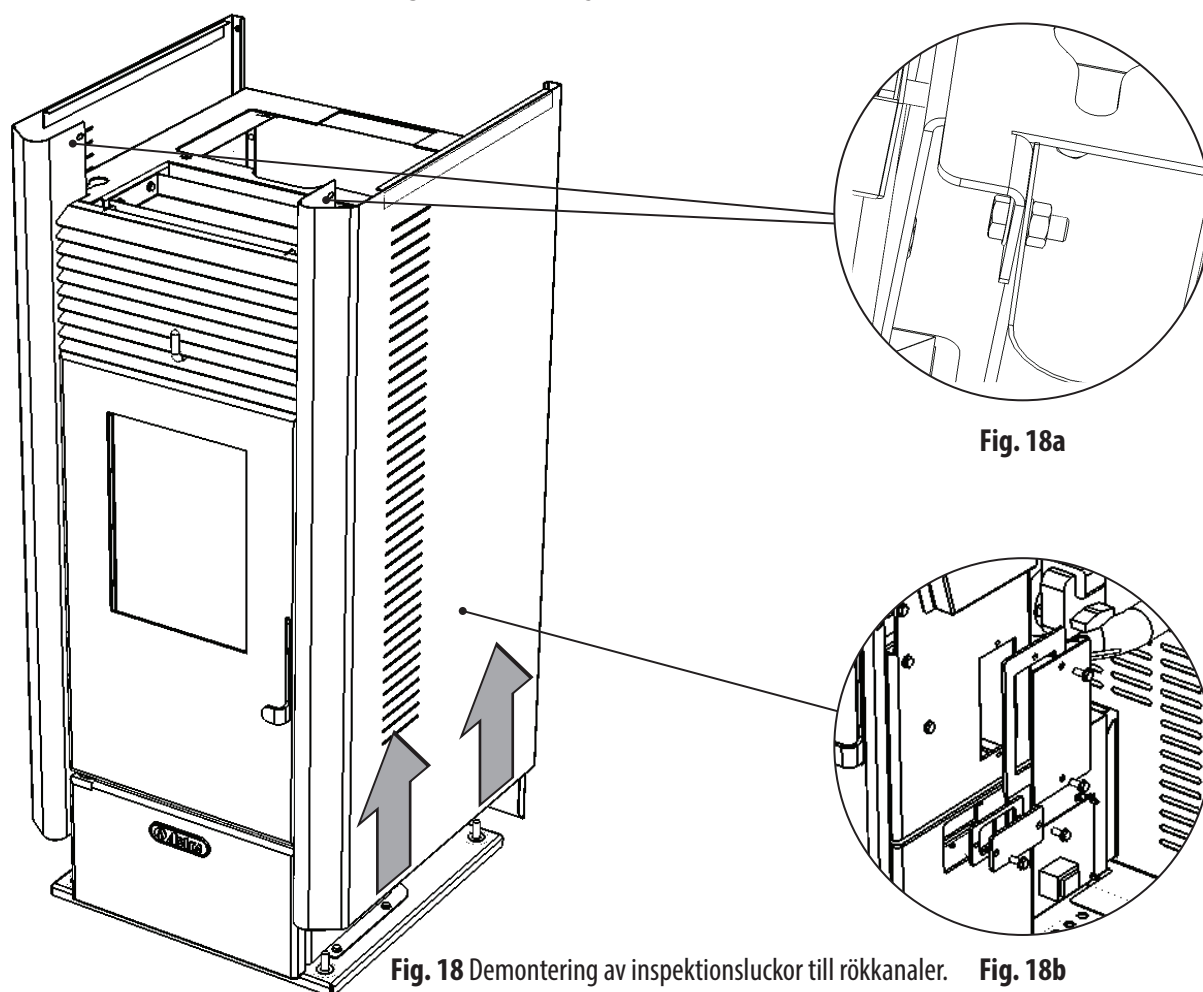

Fig. 18 Demontering av inspektionssluckor till rökkanaler. **Fig. 18b**
4. Ta bort sidopanelerna från kaminen: Skruva ur bultarna som fäster panelerna nära det främre gallret vid övre delen av kaminen (Fig. 18a) och i de främre och de bakre sidorna av bottenplattan på kaminen. Lyft panelerna och ta bort dem (Fig. 18).